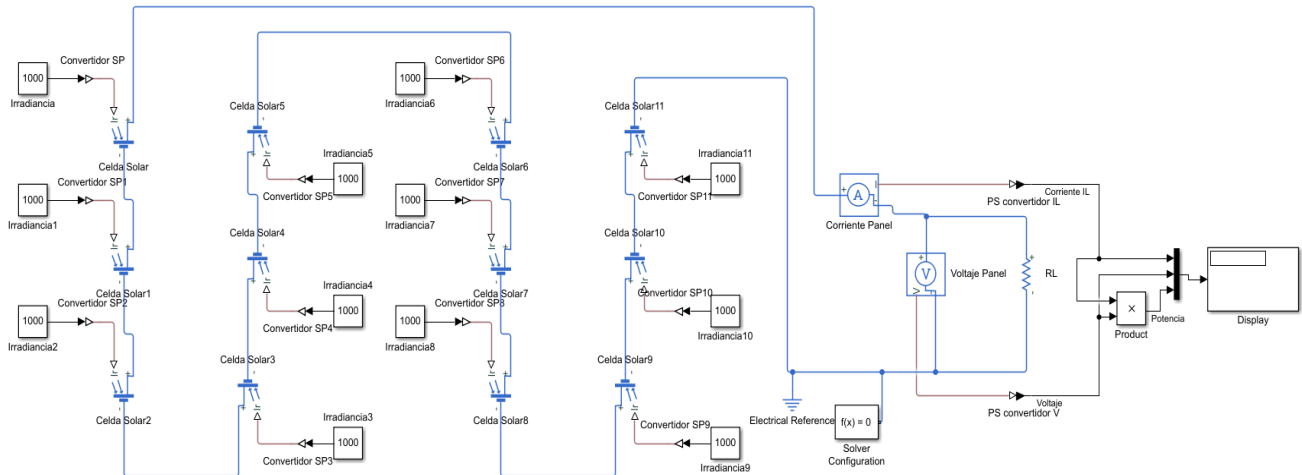

Fig. 51. Diagrama de conexión para la simulación de dos paneles en serie.
13. Realice una conexión en serie con los bloques agregados y asigne los mismos valores de los bloques llamados *Irradiancia* como se muestra en la **Fig. 51**.